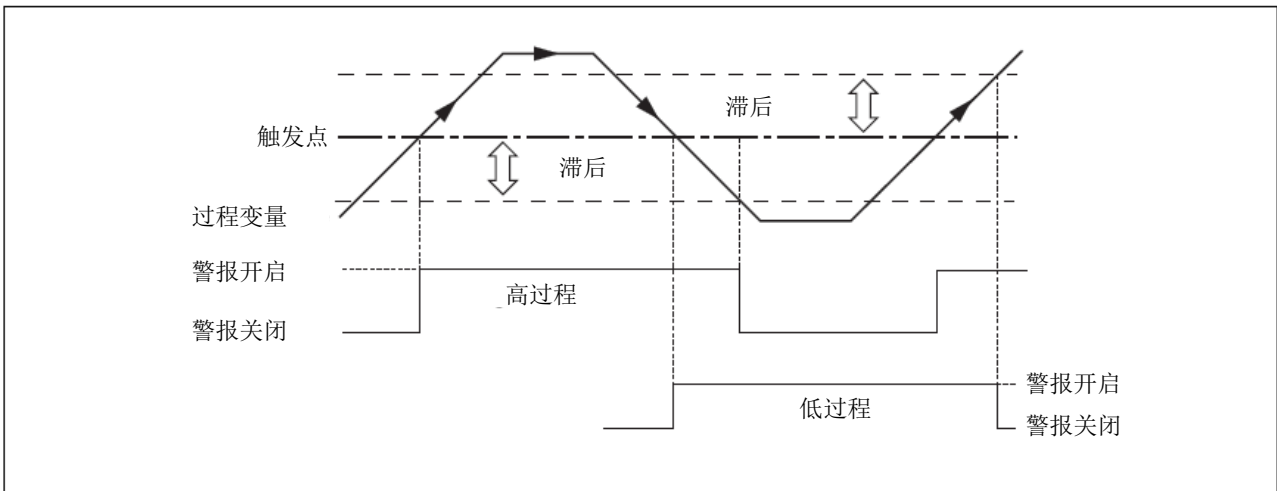

图 7.11 高/低过程警报
- 高/低过程 - 参见第 92 页图 7.11。
**注意：**仅过程和锁定警报 – 参见第 92 页图 7.11 和 7.12。